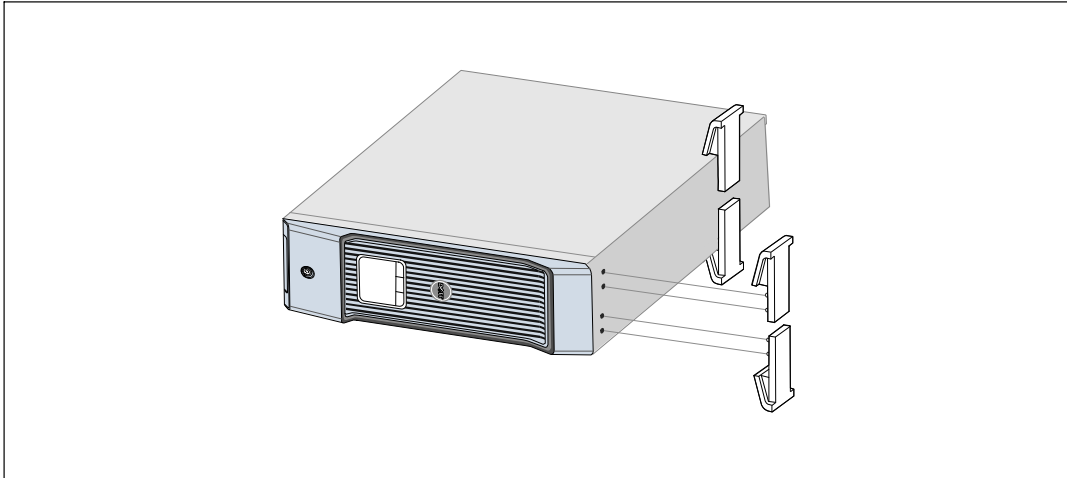

Abbildung 24. Montage der Sockel
- 7 Stellen Sie das Gehäuse waagrecht, sodass das rechte Ende des Gehäuses zugänglich ist (siehe Abbildung 24).